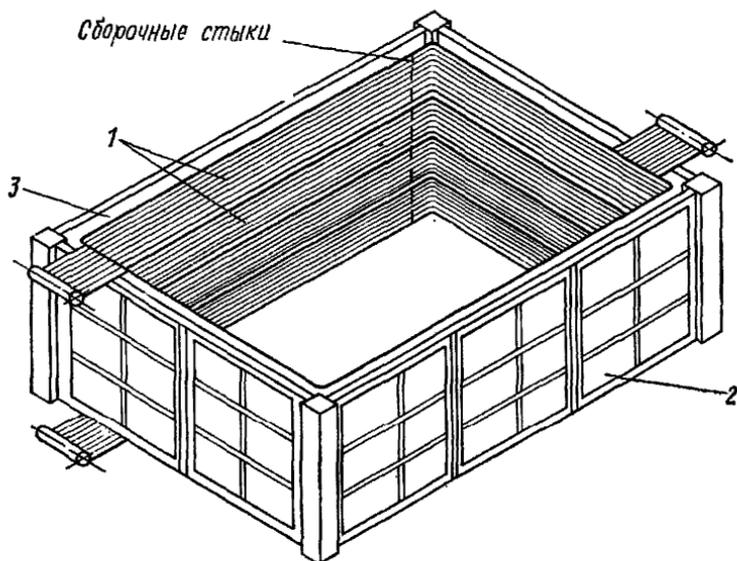

Рис. 7. Укрупнение блоков поверхности нагрева с блоками каркаса, установленными в вертикальное положение
4. При укрупнении блоков поверхностей нагрева с блоками каркаса, установленными в вертикальное положение, Н. вр. и Расц. строк 1 и 2 умножить на 1,2 (см. рис. 7).